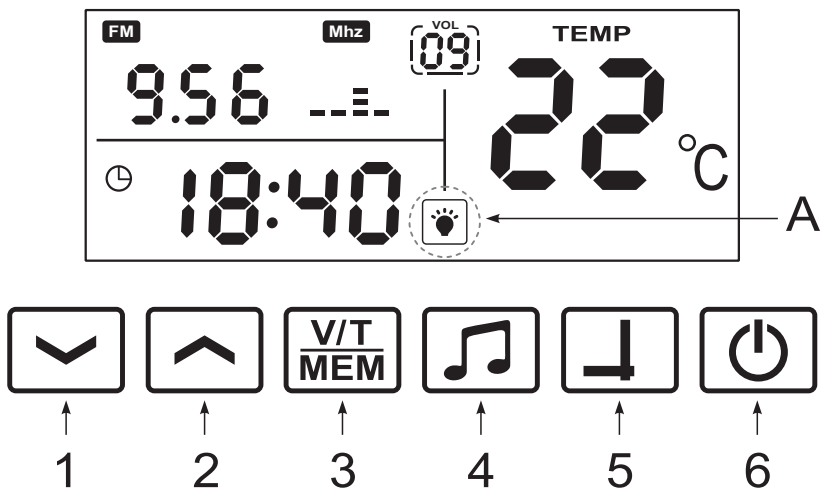

Рис. 9
5. В любом из режимов можно включить LED-подсветку зеркала и подогрев касанием **кнопки 6**. Подключение подсветки отображается значком на экране (поз. А Рис. 9). Длительное касание **кнопки 6** приводит к переводу панели в режим сна, выключаются BT и FM модули, и гаснет экран. Пробуждение осуществляется кратковременным касанием к **кнопке 6**. После пробуждения устанавливается режим часов, однако запоминается последняя радиостанция, которая включается при переходе в режим FM.